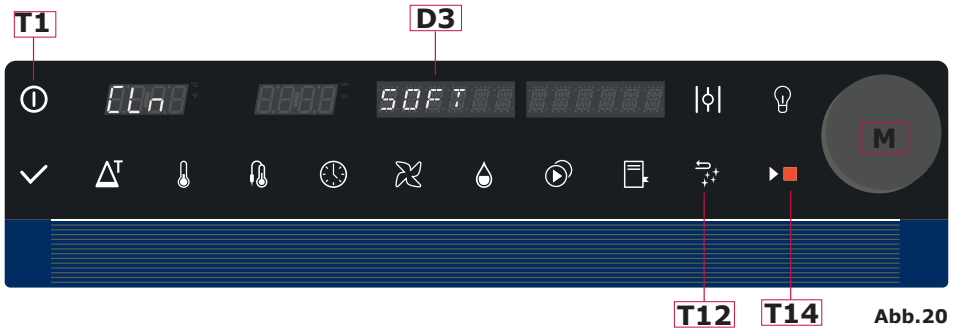

Abb.20
- Den Ofen mit Taste **T1** (**Abb.20**) einschalten.
- Gleichzeitig Taste **T12** (**Abb.20**) und Schalter **M** drehen.
- Display **D3** (**Abb. 20**) zeigt den Reinigungstyp an. Durch Drehen von Schalter **M** können drei Reinigungsarten gewählt werden: **SOFT** (leicht), **NORM** (mittel) oder **HARD** (intensiv), je nach Schmutzkonzentration in der Garkammer.
- Nachdem die geeignete Reinigungsart ausgewählt wurde, die Taste **T14** (**Abb.20**) wählen, um mit der automatischen Reinigung zu beginnen. **Die Reinigung kann nur bei geschlossener Tür erfolgen.**
Während der Reinigung zeigt Display **D3 (Abb.20)** folgende Phasen an: